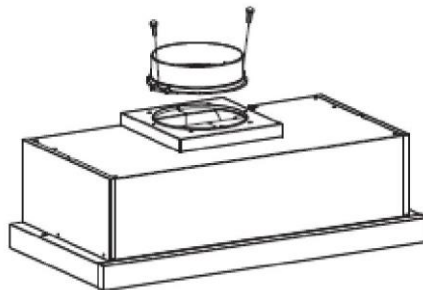

AFB. 1
2. Voor het beste effect moet de afzuigkap op 65-75 cm afstand boven het oppervlak van het fornuis worden geplaatst. Zie afb. 1